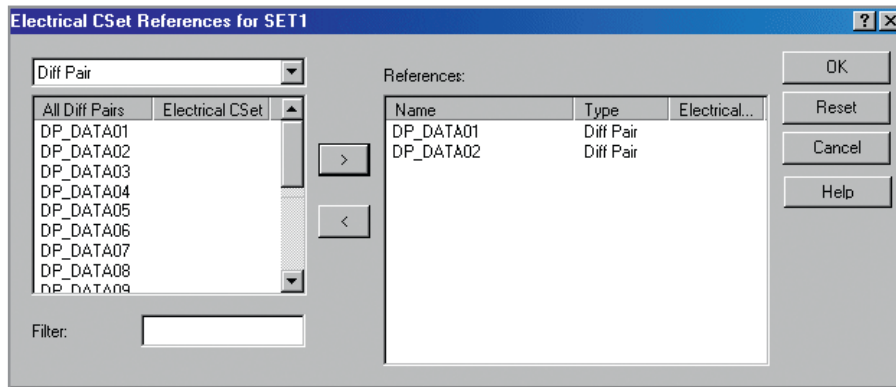

Рис. 5. Диалоговое окно настройки электрических ограничений для дифференциальных пар
гося окна *Electrical CSet References* будет доступен список всех цепей схемы (см. рис. 5);
- переместите объекты дифференциальных пар *DP\_DATA01* и *DP\_DATA02* вправо в поле *References* (как показано на рис. 5), используя кнопки перехода («стрелки»). Описанным действием для дифференциальных пар *DATA01* и *DATA02* была ранее созданная настройка правил *SET1*;